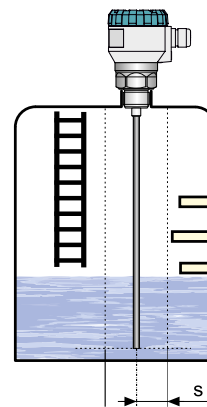

Рис. 12: Установка уровнемера вне пределов препятствия в баке
- Электромагнитная направленная волна, исходящая от уровнемера, создает вдоль электрода электромагнитное поле. Предметы, близко расположенные к электроду, нарушают данное электромагнитное поле и влияют на измерения. Поэтому вдоль электрода установлена **защитная зона радиусом 300 мм**. Рекомендуется установить уровнемер в баке таким образом, чтобы предметы, размещенные внутри бака (лестницы, различные перегородки, мешалки и т.п.) не попадали в эту защитную зону – см. рис. 12.